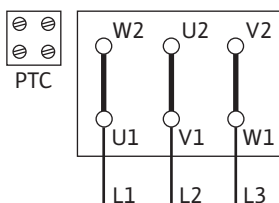

Fig. 12: Zapojení Δ
- Síťová přípojka závisí na výkonu motoru P2, na síťovém napětí a na druhu startu. Potřebné spínání spojovacích můstek ve svorkovnici lze vyčíst z následující tabulky a z Fig. 12, 13 a 14.